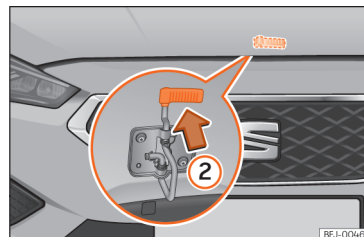

Abb. 233 Hebel unter der Motorraumklappe.
- Zum Anheben der Motorraumklappe drücken Sie den Hebel unterhalb der Motorhaube nach oben >>> [Abb. 233] ②. Dabei wird der Fanghaken entriegelt.